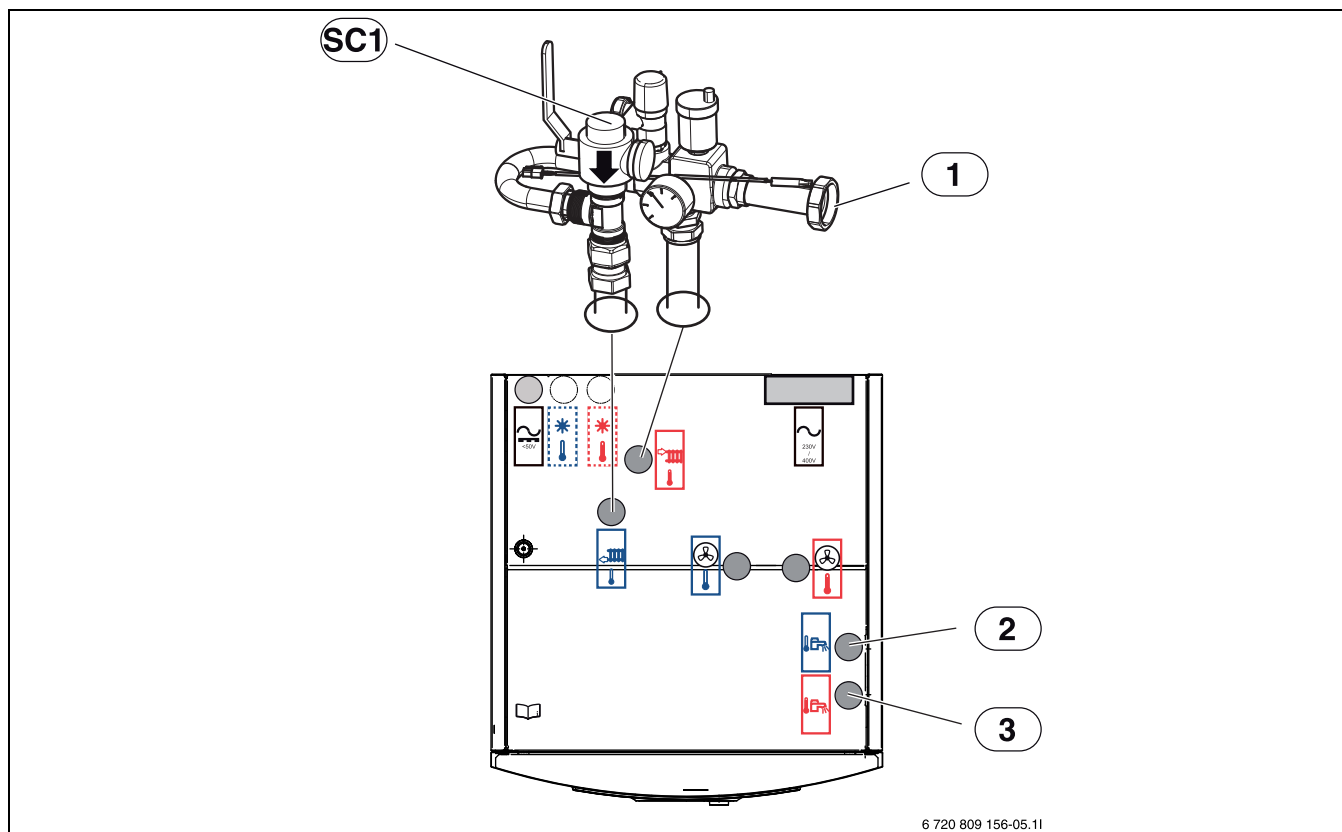

Bild 9 Anschlüsse der Inneneinheit an die Heizungsanlage und Warmwasser
- ▶ Umwälzpumpe der Heizungsanlage an [1] anschließen, Abb. 9.
- ▶ Heizungsrücklauf an Partikelfilter [SC1] anschließen, Abb. 9.
- ▶ Kaltwasser an [2] anschließen, Abb. 9.
- ▶ Warmwasser an [3] anschließen, Abb. 9.